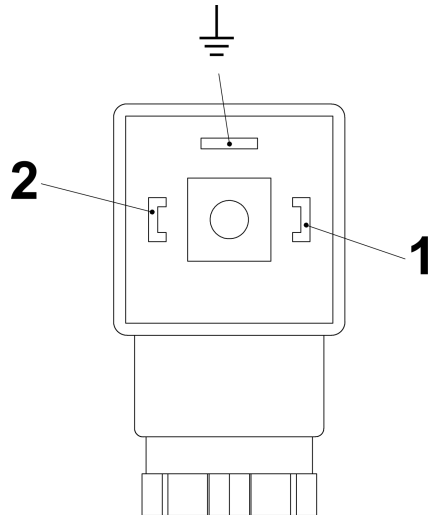
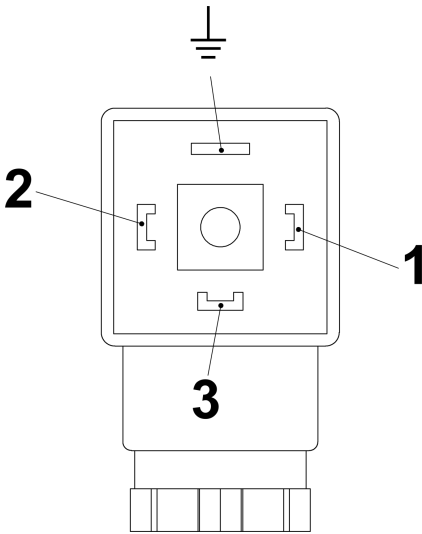

Abb. 27: Pin-Belegung Steckerdose Schließer (Schaltkontakt SG-30 mit Gerätestecker nach EN 175301-803)
Abb. 28: Pin-Belegung Steckerdose Wechsler (Schaltkontakt SG-30 mit Gerätestecker nach EN 175301-803)
6. ➤ Schließen Sie das Kabel gemäß den Anschlussbildern (Abb. 27 und Abb. 28) an